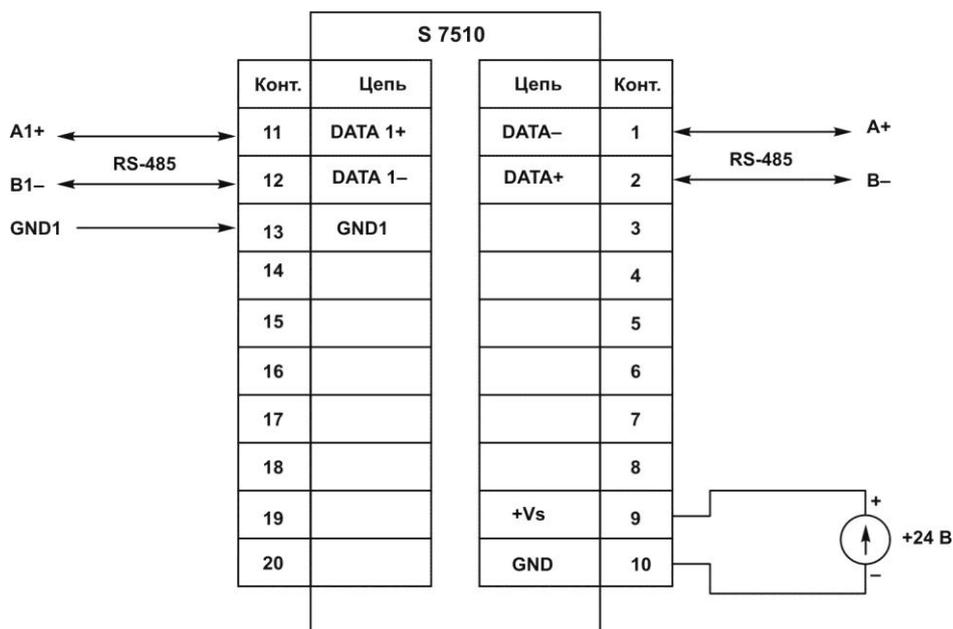

Рис. 8. Подключение модулей S 7510/7510G.
- 6.3. Выполните внешние соединения согласно рис. 8 – 12 раздела 4 в зависимости от типа модуля.